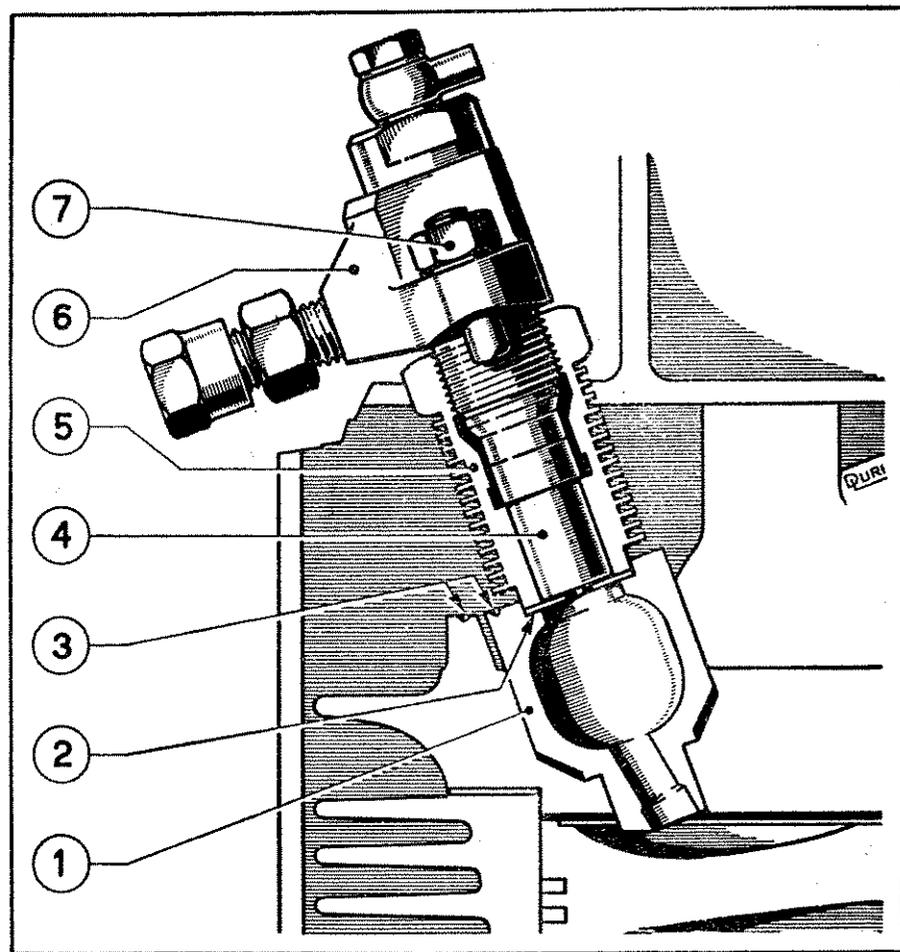

Fig. 1 - SEZIONE DELLA PRECAMERA DI COMBUSTIONE
PRECAMERA DI COMBUSTIONE (Fig. 1) - La precamera in acciaio inossidabile, è in un sol pezzo (2), ed è infilata, in posizione inclinata, nell'apposito alloggiamento della testa. Alla sommità si affaccia il polverizzatore (4) fissato al portapolverizzatore (6) mediante una ghiera alettata (5) che viene investita direttamente dalla aria di raffreddamento. Il portapolverizzatore è bloccato sulla testa mediante due prigionieri.